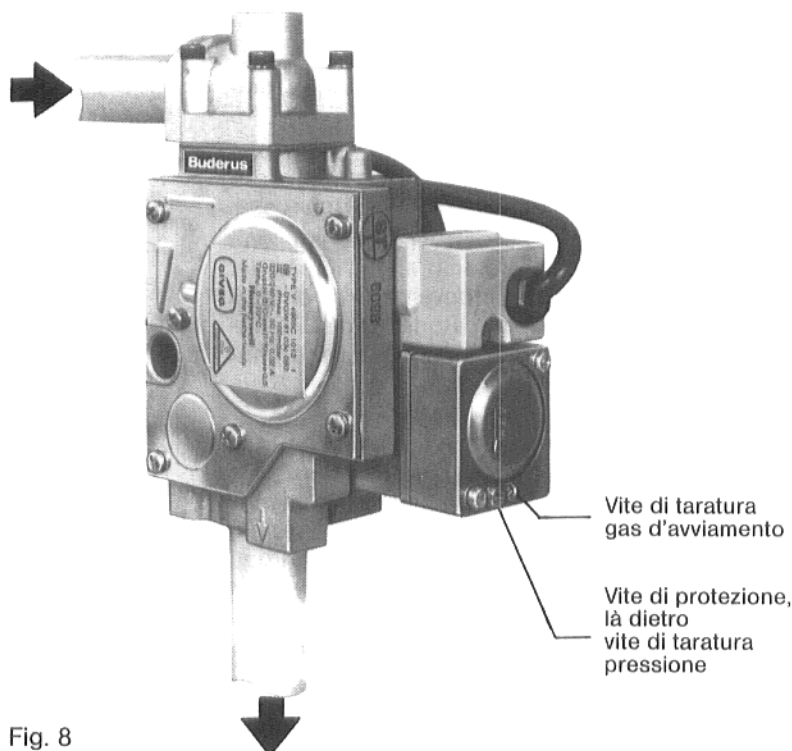

Fig. 8
- Per la regolazione della portata di gas, con apparecchiatura "Honeywell" V4905, VR 4905 E e "BM-Controls" 762 E 1 G, togliere la vite di protezione posta sopra la vite di taratura del regolatore di pressione gas (Fig. 8/9).